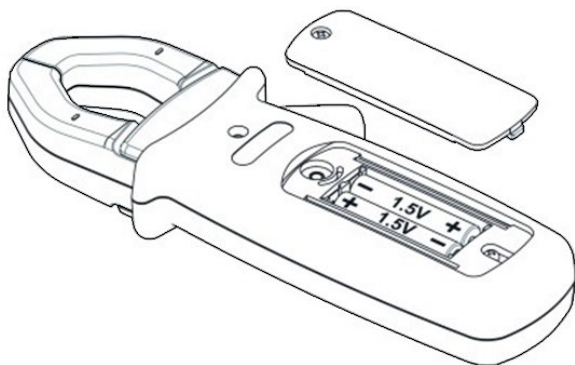

Figura 4
1. Retire la tapa del compartimento de las baterías en la parte trasera de la carcasa con la ayuda de un destornillador (ver la Figura 4).